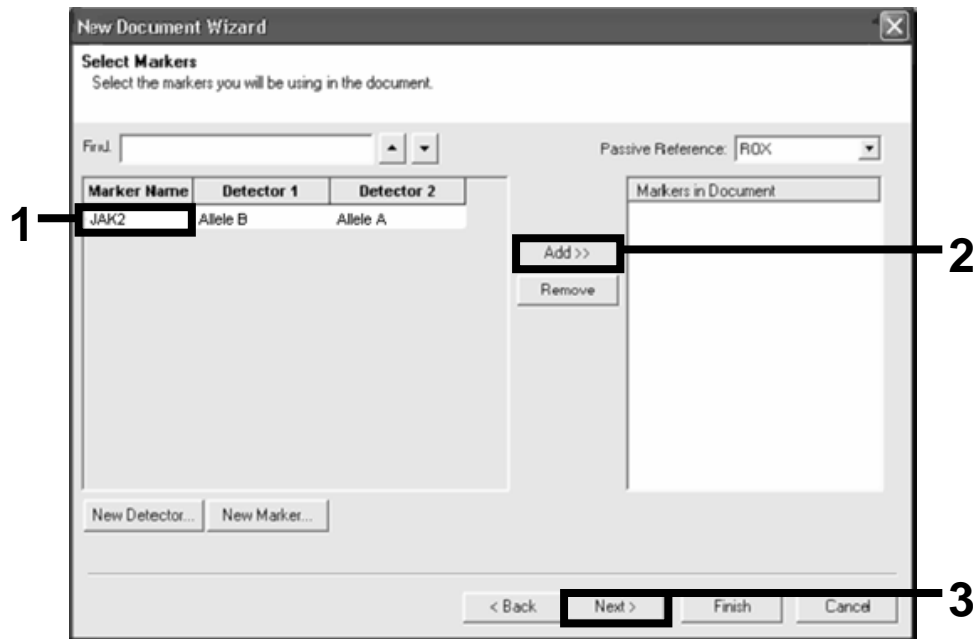

Abbildung 17. Auswählen der Marker.
20. Wählen Sie im "Select Markers"-Dialogfenster die Option "JAK2" (wie zuvor angelegt) oder einen geeigneten vordefinierten Marker und klicken Sie anschließend auf "Add>>" („Hinzufügen>>“; siehe Abb. 17).